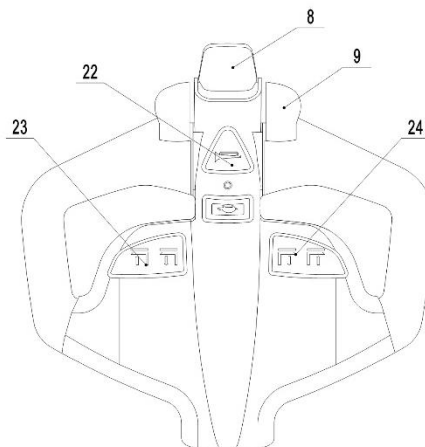

Рис. 7: Рукоятка управления
Нажмите кнопку подачи звукового сигнала (рис. 7, поз. 22), чтобы включить звуковой предупреждающий сигнал.
Подведите штабелер с опущенными вилами под поддон полностью. Нажмите и удерживайте кнопку подъема (рис. 7, поз. 23) пока не достигните желаемой высоты подъема.
При нажатии кнопки подъема вил (рис. 7, поз. 23), грузовые и опорные вилы поднимаются вместе, максимальная высота подъема составляет 120 мм, максимальная грузоподъемность - 1600 кг.
Когда вилы подняты на высоту 120 мм, нажмите кнопку подъема грузовых вилок (рис. 7, поз. 24), для штабелирования паллеты, максимальная высота подъема - 1800 мм (оборудование используется как тележка для поддонов и штабелер одновременно).
Если вилы штабелера находятся в стеллажном пространстве, необходимо осторожно отъехать от стеллажа с или без паллета. Во время движения необходимо удостовериться, что вилы не задевают стеллаж. Нажать и удерживать кнопку снижения (рис. 7, поз. 24). Опускать груз, пока вилы не освободятся от паллета, затем аккуратно отъехать от груза.
Контролируйте скорость передвижения при помощи маховиков (рис. 7, поз. 9) для достижения требуемой скорости.
- Переключение маховиков управления (рис. 7, поз. 9) обратно в начальное положение или освобождение маховиков активирует систему торможения. Штабелер тормозит до полной остановки.
- При переключении маховиков управления (рис. 7, поз. 9) из положения «движение в одном направлении» в положение «движение в противоположном направлении», штабелер постепенно тормозит, пока не начнет движение в противоположном направлении.
- Кнопка противоотката (безопасности) (рис. 7, поз. 8) защищает оператора от получения повреждений и травм. Если эта кнопка включена, штабелер тормозит и начинает движение в противоположном направлении («Вw», рис.12) на небольшое расстояние и останавливается. Необходимо помнить, что эта кнопка действует, даже если штабелер не едет, но ручка управления находится в рабочем положении.